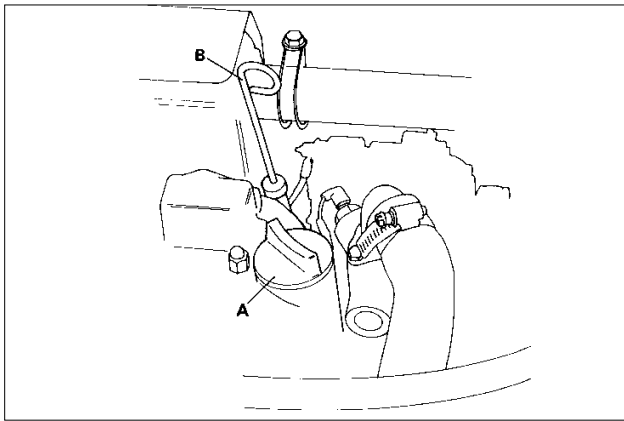

Fig.23
Remove dipstick (B Fig.23) and check that the oil is up to the correct level indicated. If necessary top up with fresh oil through the filler (A Fig.23) on top of the rocker box.
- Remove the filler cap (A Fig.23) and refill with fresh oil up to the maximum level on the dipstick (B Fig.23). Capacity 3.1 litres, (5.5 imp. pints, 6.6 US pints).
Verwijder de peilstok (B afb. 23) en controleer of de olie tot aan het juiste peil komt. Indien nodig, vul bij met verse olie via de vuldop (A afb. 23) op de tuimelaar.
- Verwijder de vuldop (A afb. 23) en vul bij met verse olie tot het maximumpeil op de peilstok (B afb. 23). De oliecarterinhoud is 3,1 liter.
Enlever la jauge (B fig. 23) et vérifier que le niveau arrive au niveau indiqué. Si nécessaire, compléter par le trou de remplissage (A fig. 23) sur le dessus de cache-culbuteurs.
- Enlever le bouchon de remplissage (A fig. 23) et remplir avec de l'huile neuve jusqu'au niveau maximum sur la jauge (B fig. 23)